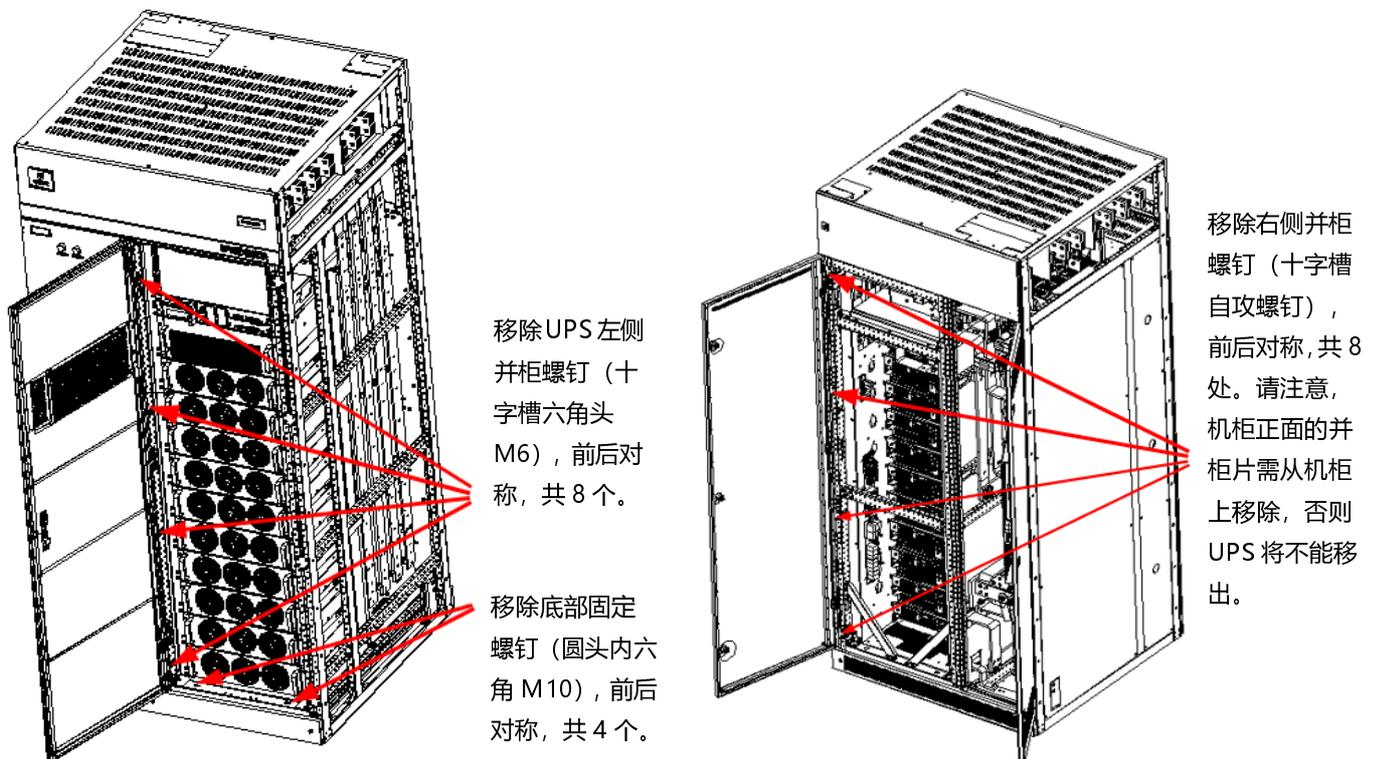

图3-15 拆除 UPS 并柜片及螺钉
7. 拆除 UPS 并柜片及并柜螺钉，以及底部固定螺钉，详见图 3-15 所示。